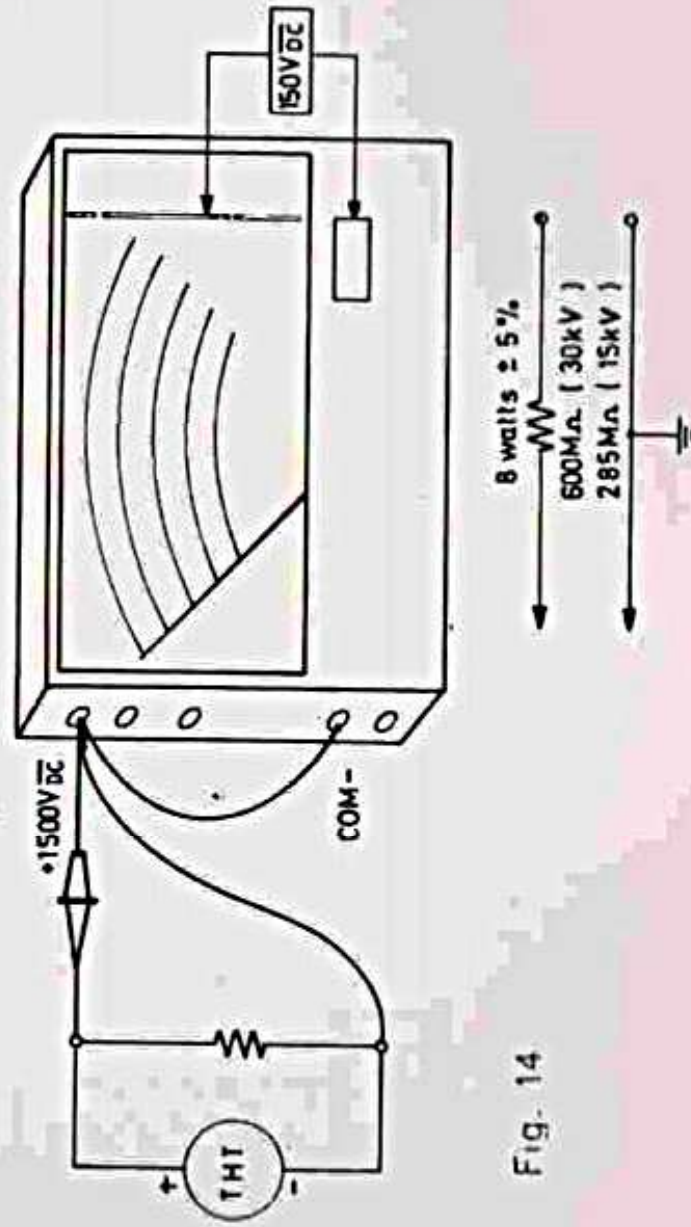

Fig. 14
- Effectuer le branchement indiqué figure 14.